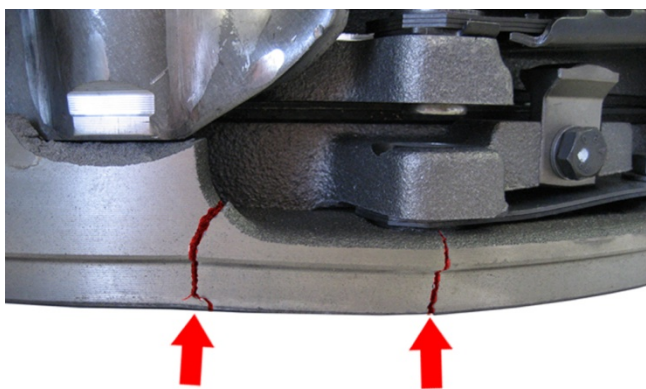
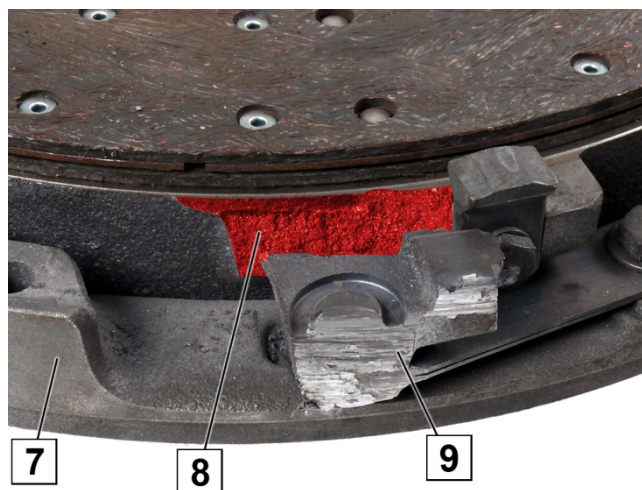

Рис. 2: Прокладочное кольцо сломано
Рис. 3: Прокладочное кольцо, проушина отломана и сточена об корпус коробки передач
Не устанавливать двухдисковое сцепление со сломанным прокладочным кольцом (Рис. 2). Сломанное прокладочное кольцо вызывает трудности при расцеплении. Сломанная проушина (9) прокладочного кольца (7) под действием центробежной силы движется наружу и повреждает или разрушает корпус коробки передач (Рис. 3).
- Проверить прокладочное кольцо (7) на наличие мест излома (Рис. 2).
- Проверить прокладочное кольцо (7) за проушинами (6) на наличие повреждений. Отломанная проушина может выступать за наружный диаметр корпуса сцепления (1).